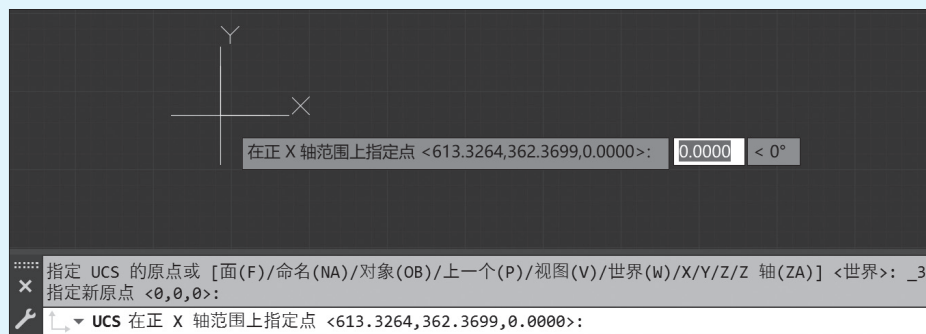

图 1-22 在 X 轴范围上指定点
(2) 通过指定点来重新定义 X 轴的方向，如图 1-22 所示。